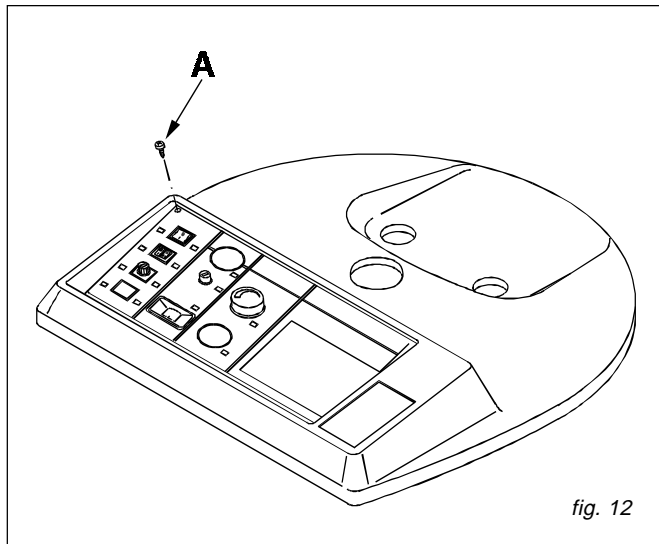

fig. 12
- 2) Togliere le 4 viti autofilettanti "A" dal pannello elettrico e sollevarlo ribaltandolo sul coperchio caldaia (vedi fig.12). Prestare particolare attenzione a non rompere i capillari dei termostati.
- 5) Richiudere il coperchio e fissare le viti "A" (fig.12).